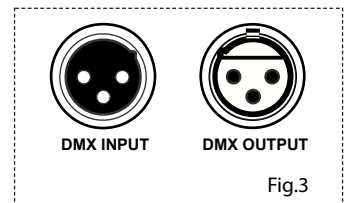

Fig.3
8. Connessione XLR a tre poli (fig.3):